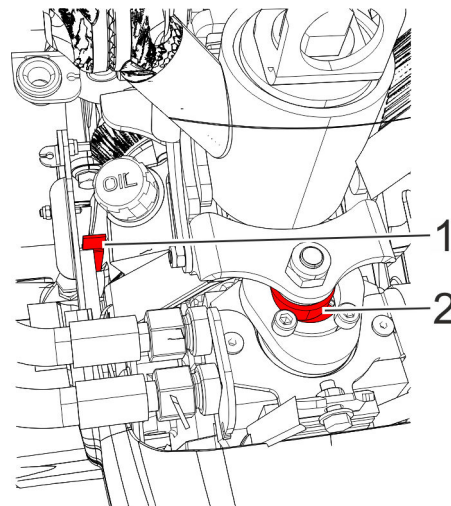

Abb. 56: Schmierstellen schmieren
2. ▶ An Nullzentrierung (Abb. 56/1) und Ventilansteuerung (Abb. 56/2) mit einem Pinsel das Schmierfett auftragen.